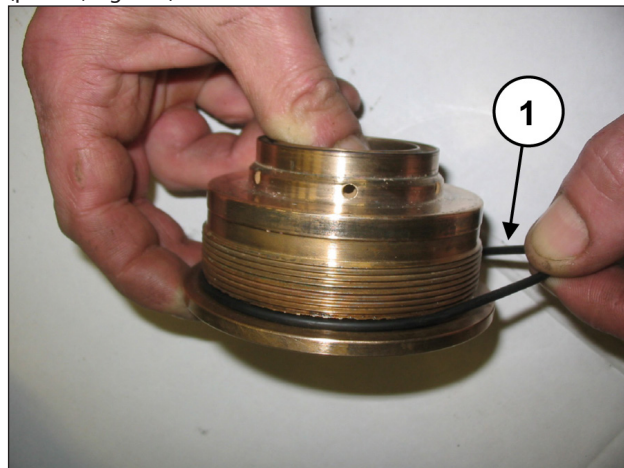

Fig. 153
Insira o anel circular do suporte do forro no local adequado (pos. ①, Fig. 153).